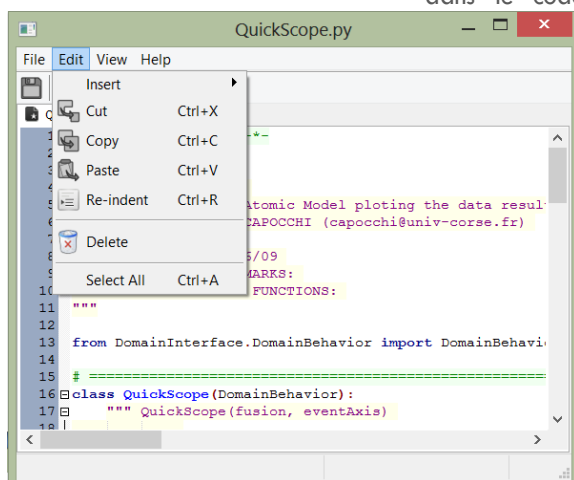

FIGURE 34 : MENU D'ÉDITION DU CODE PYTHON.
- **Edition** : sur la Figure 34, le menu d'édition permet d'effectuer les actions classiques comme le copier, le couper/coller, le coller, tout sélectionner. De plus, il est possible de ré-indenté le code. Le langage Python étant un langage interprété, il est obligatoire d'indenter le code sous